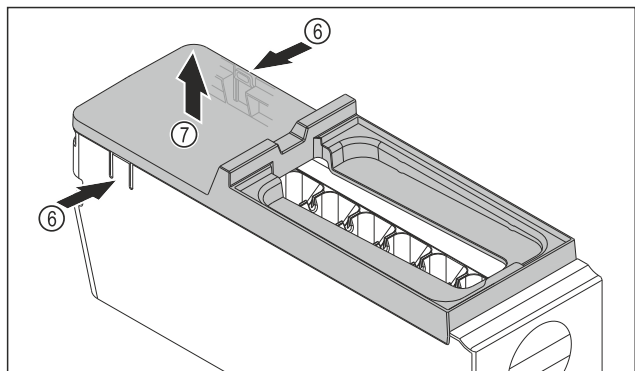

Fig. 92
- ▶ Extraer la cubierta del EasyTwist-Ice: Presionar con la mano las lengüetas Fig. 92 (6) a ambos lados del cuerpo del EasyTwist-Ice.
- ▶ Sacar la cubierta Fig. 92 (7) con la otra mano tirando hacia arriba.